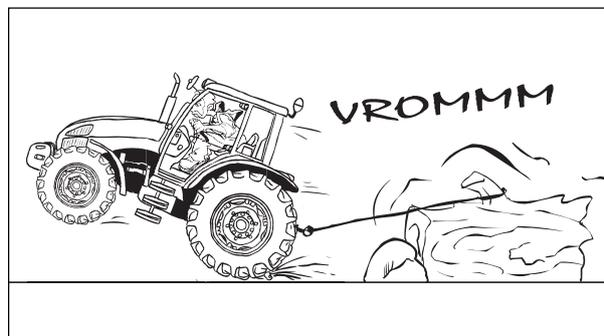

Fig.2-30
- Arranque lentamente e aumente a velocidade gradualmente. NÃO aumente as rotações do motor nem desembreie. Se o tractor estiver atrelado a uma carga pesada ou a um objecto fixo, o uso impróprio da embraiagem pode causar o capotamento do tractor (Fig.2-30 e 2-31).